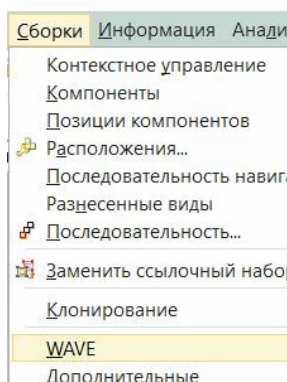

рис.23
- Для этого есть несколько инструментов, но мы рассмотрим только один. Выберите команду «Сборки \ WAVE \ **Просмотр связи между деталями**» (рис.23,24).